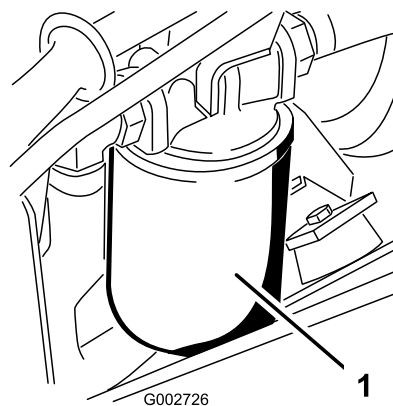

图 42
3. 在位于机器左侧的液压油滤芯下方放置一个放油盘 图 42。